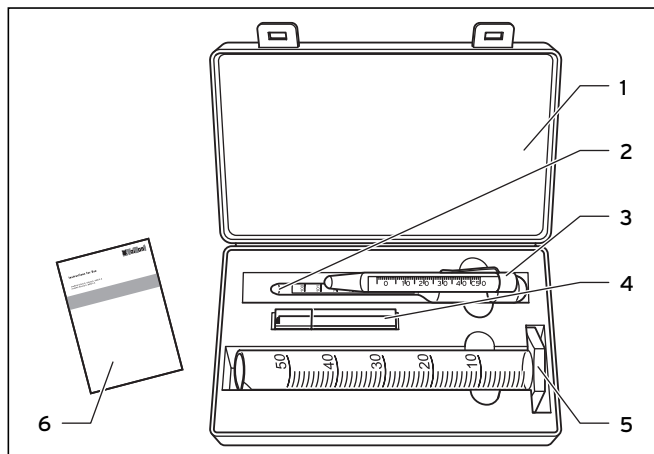

Рис. 3.1 Объем поставки приспособления для проверки защиты от замерзания
- Погрузите термометр (3 на рис. 3.1) в теплоноситель.
- Извлеките палочки для индикации уровня pH (4, рис. 3.1) из упаковки и сразу же снова закройте ее.